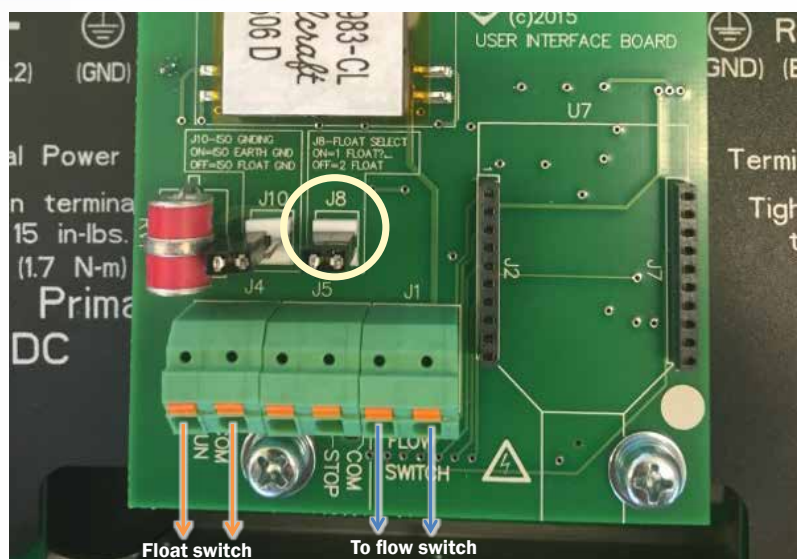

Figura 10: Funcionamento com 1 automático de nível
- Faça as ligações dos fios do automático de nível (boia elétrica) utilizando os terminais “RUN” e “COM”, como pode ser visto na figura 10 a seguir.
- Retire o conector indicado na figura 10, localizado logo acima das entradas da unidade de controle;